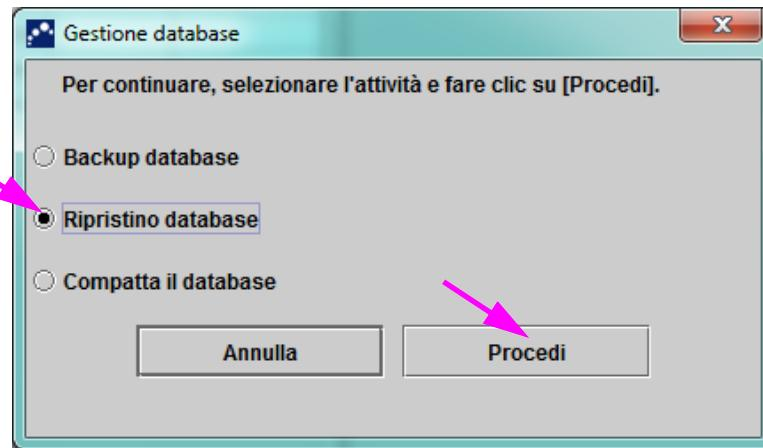
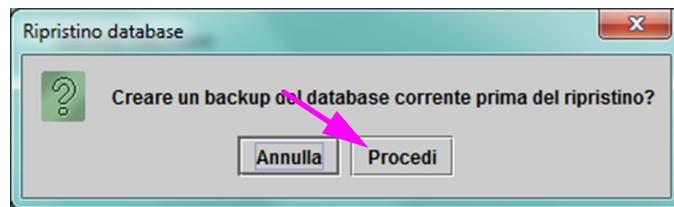

Figura 5-76. Finestra Gestione database
Figura 5-77. Finestra di dialogo Ripristino database
2. Fare clic su **Procedi**. Verrà visualizzata una finestra di dialogo con un messaggio che chiede se si desidera eseguire il backup del database corrente prima del ripristino (scelta consigliata). Vedere la Figura 5-76.
3. Fare clic su **Procedi** nella finestra di dialogo di conferma Ripristino database per proseguire con il backup del database (vedere la Figura 5-76). Viene visualizzata l'area di lavoro Backup database. Vedere la Figura 5-77.
4. Individuare e selezionare la cartella nella quale si desidera memorizzare il file di backup, digitare un nome per il file di backup o usare il nome predefinito, quindi fare clic su **Salva**. Vedere la Figura 5-77.